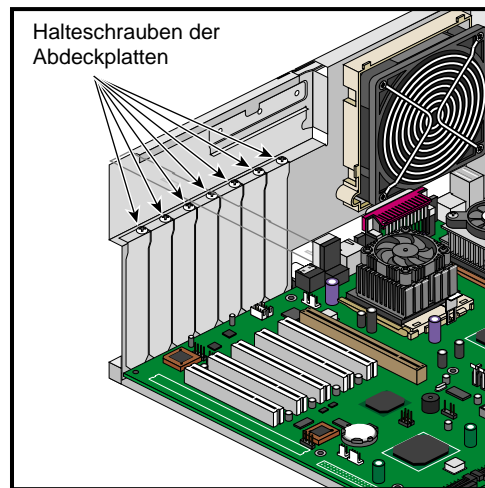

Abbildung 2-19 Lage der Halteschraube für die Erweiterungssteckplatz-Abdeckplatte
- Ziehen Sie die Halteschraube wie in Abbildung 2-19 gezeigt an.
- Lösen Sie die in Abbildung 2-19 gezeigte Halteschraube.